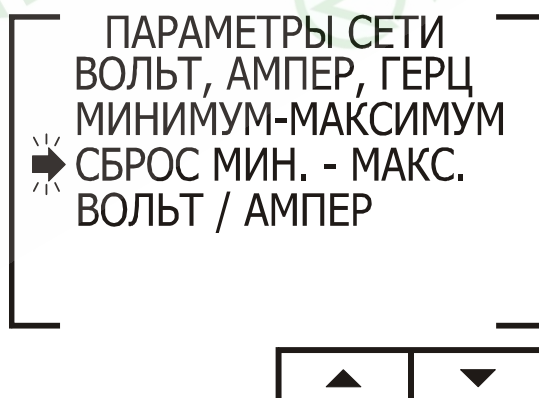

Рис. 25
2. Нажмите кнопку «Enter». На дисплее появится экран настройки режима отображения значений напряжения, тока и частоты сети (рис. 25):